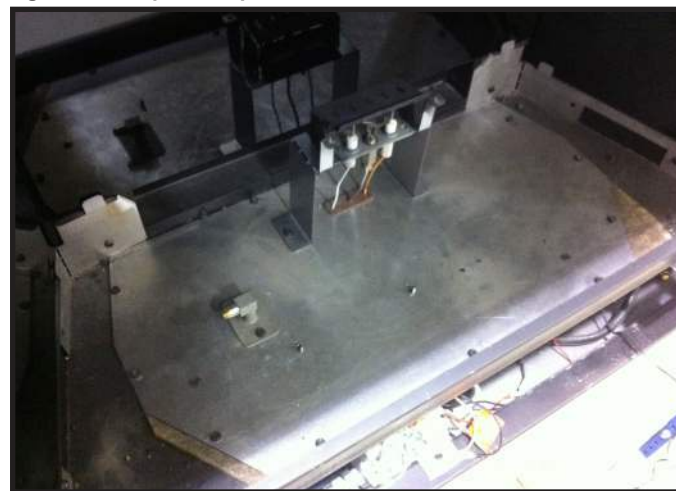
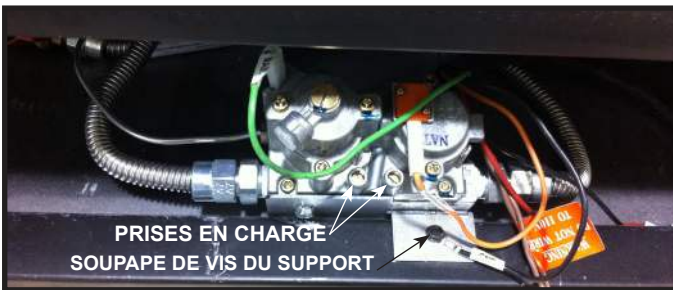

Figure 11.2. Déposez les vis de la plaque de vanne
Figure 11.5 Prises en charge de vanne et emplacement du récepteur de télécommande
1. Déposez les onze vis autour du périmètre de la plaque de vanne qui la fixent au fond de la boîte à feu. Voir la Figure 11.2 and Figure 11.5.
Les prises en charge sont accessibles de l'avant du poêle. Le grillage décorative et l'assemblage de gaz du foyer doivent être enlevés afin de pouvoir accéder aux prises en charge. Voir la Figure 11.5.